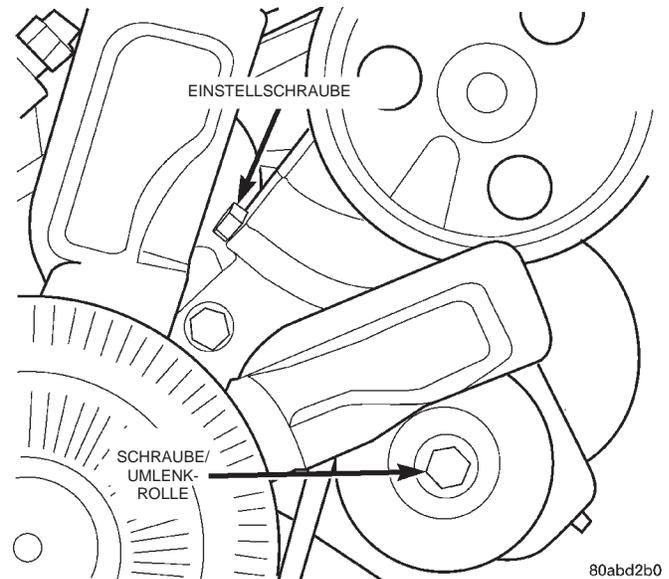

Abb. 33 Servopumpen-Halterung und Umlenkrolle
- (3) Die Schraube der Umlenkrolle lockern (Abb. 33).
- (4) Die Schraube zur Einstellung der Riemenspannung (Abb. 33) so verdrehen, daß der Anzeigewert innerhalb der vorgeschriebenen Werte liegt.
- (5) Die Schraube der Umlenkrolle festziehen und die Riemenspannung erneut prüfen. Nach Bedarf einstellen.